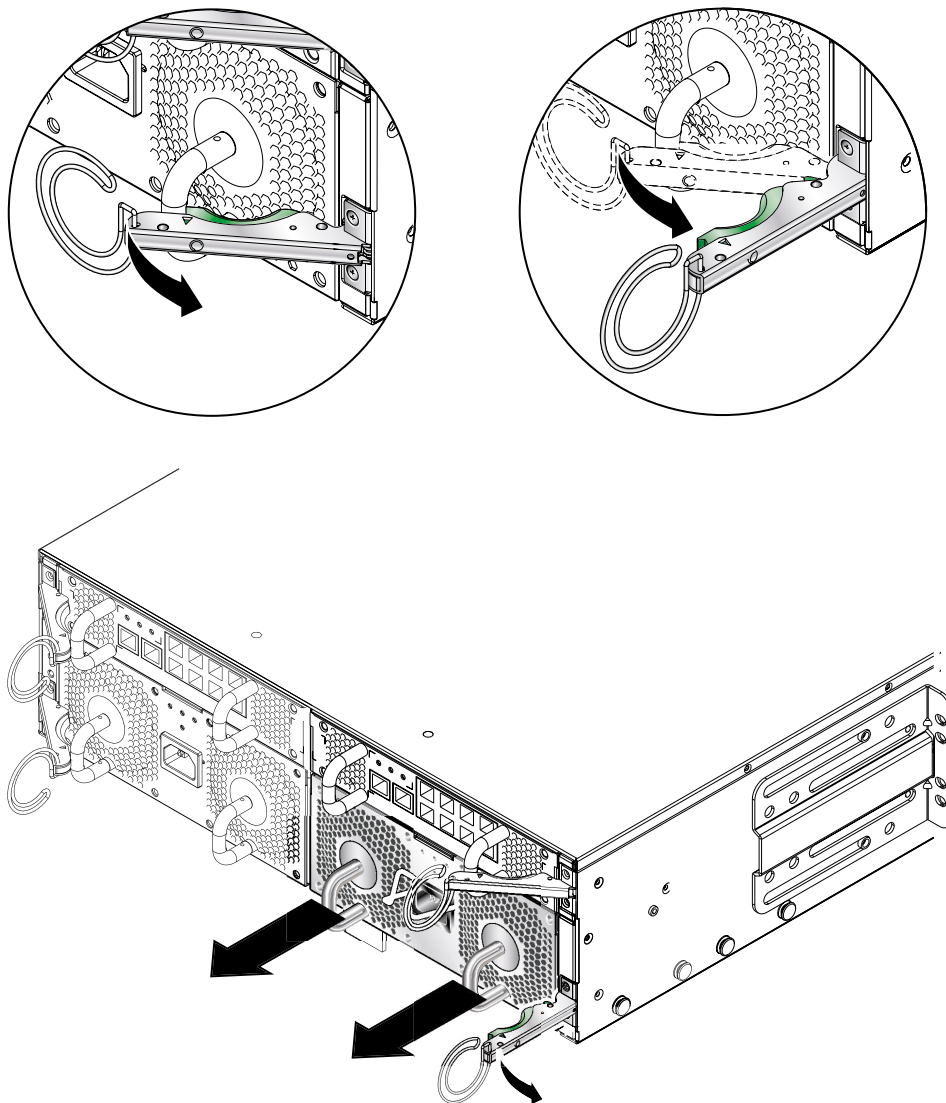

図 12-12 PSU の取り外しレバー
3. 緑色の PSU 取り外しレバーを握ってロックを外し、レバーを手前に引いてシステムシャーシから PSU を切り離します (図 12-12)。